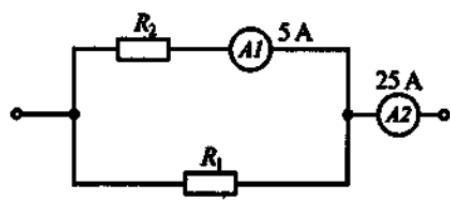

Рис. 29
1.43. Каково сопротивление R_2 на рис. 29 при $R_1 = 3 \text{ Ом}$ и показаниях амперметров, указанных на схеме?